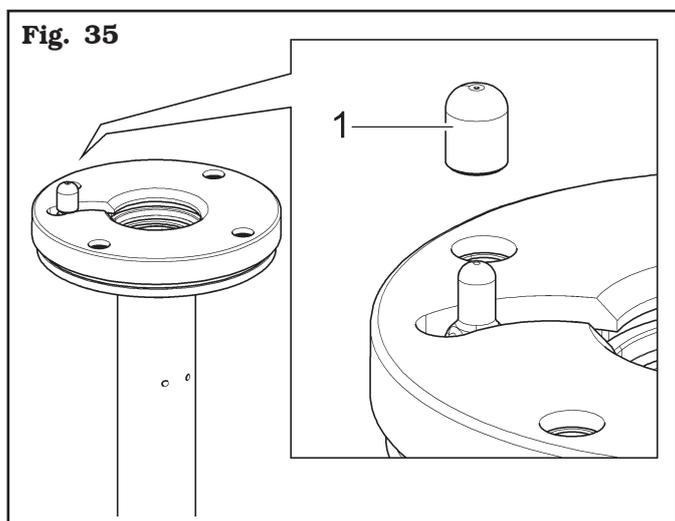

Fig. 35
7. per ruote con cerchi in lega utilizzare l'apposita protezione in plastica (Fig. 35 rif. 1);